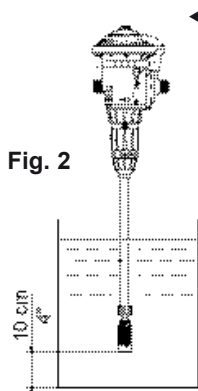

Fig. 2
**ATENÇÃO!** Deixar o filtro a cerca de 10 cm [4"] do fundo do recipiente contendo a solução de modo a evitar a aspiração de partículas não solúveis que podem danificar o corpo doseador (Fig. 2).